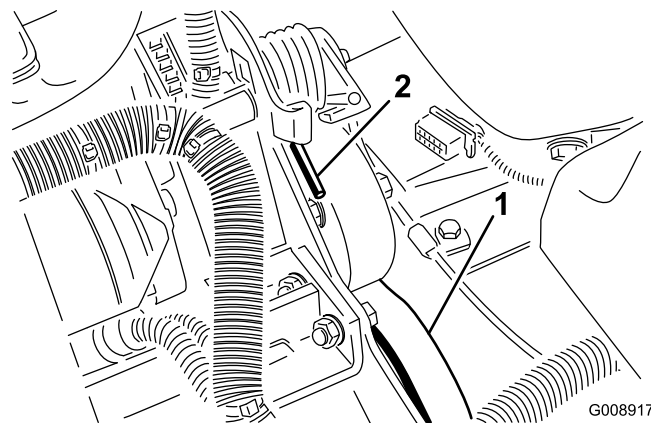

図 60
2. スプリングの端を前側に押し下げてブラケットから外し、スプリングのテンションをなくす（図 60）。